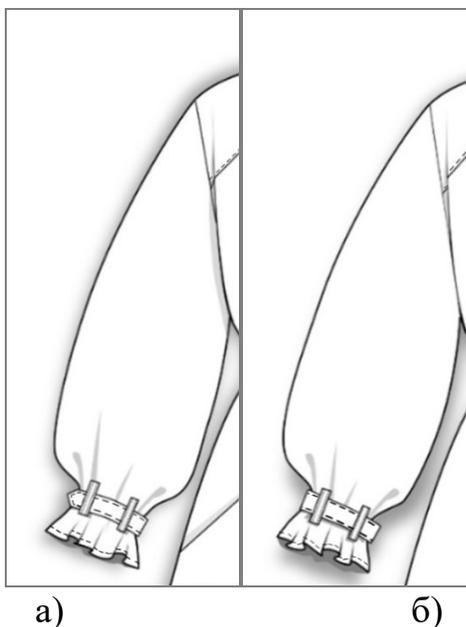

Рисунок 4 – Фрагмент технического рисунка комбинезона «Рукав»:
1. Выполнить чертеж необходимых лекал фрагмента «Рукав» (рис.4) заданной модели женского комбинезона в натуральную величину в графическом редакторе NanoCad. А именно: рукав, хлястик (паты), шлевки.
Третий этап. Изготовление (пошив) образца фрагмента заданной модели (рис. 4) Общие рекомендации